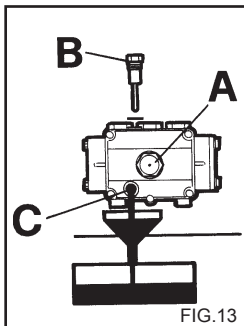

FIG. 13
2) Svitare il tappo con l'asta di controllo livello (fig. 13).